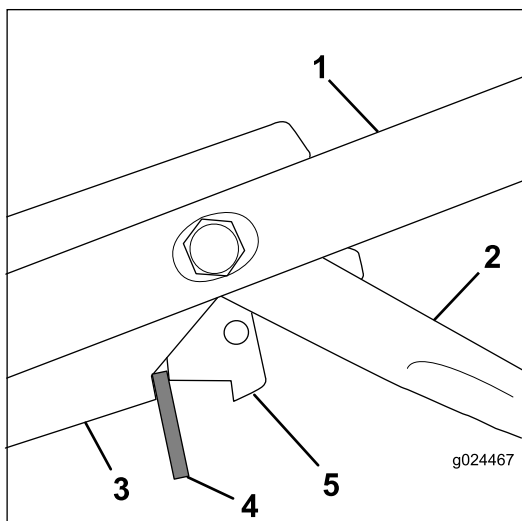

Рисунок 33
3. Вставьте проставку толщиной 8 мм между рычагом управления тормозом ножа и кронштейном управления на рукоятке (Рисунок 33).